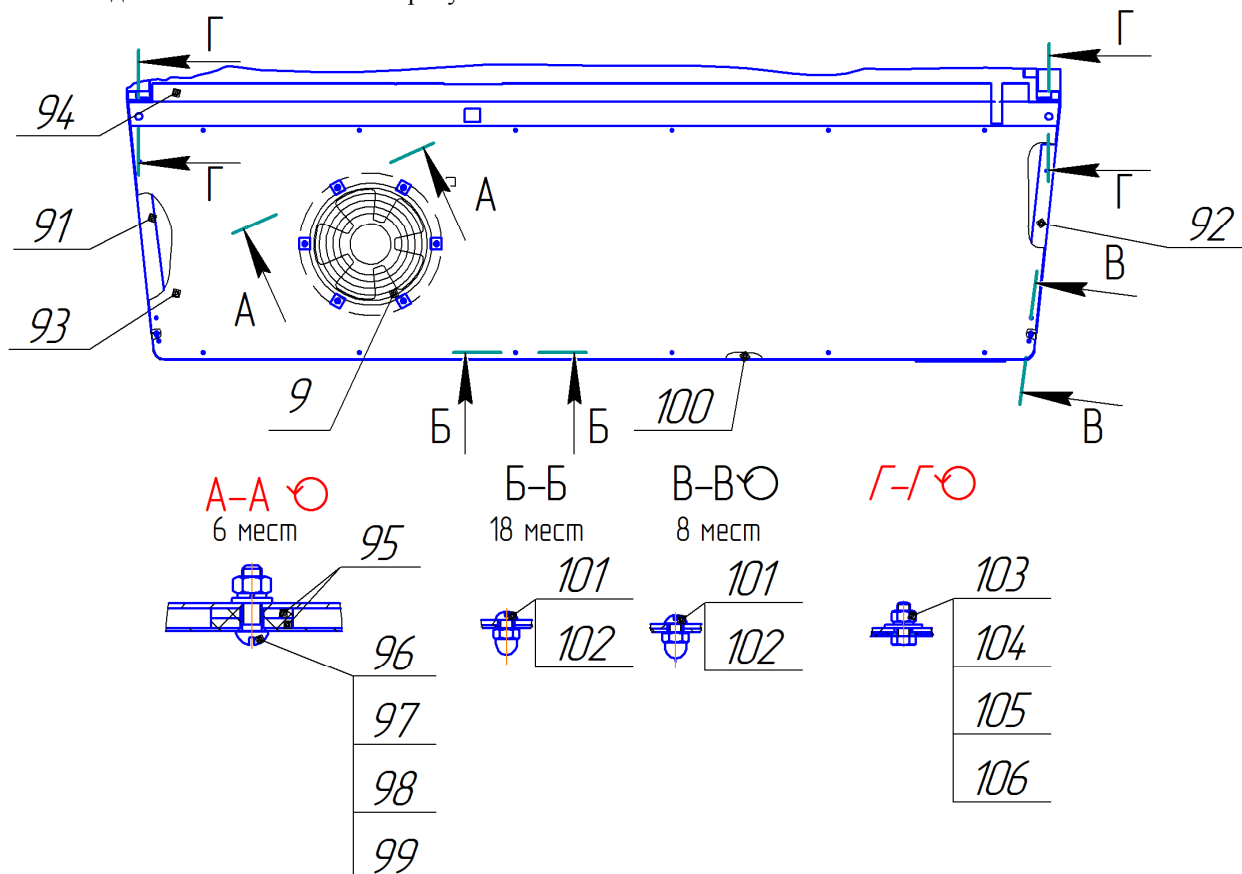

Рисунок 6 – Сборка козырька и установка вентилятора.
6.2.4 Распаковать и установить на место арматурные стержни для испарителя парогенератора, пандус поз.11, мотор-редуктор поз.18, снятые для удобства транспортирования. Перед установкой пандуса, на нижнюю часть дверного проёма, на которую устанавливается пандус, нанести герметик из комплекта принадлежностей. Места стыка пандуса с левой и правой стойками дверного проёма заполнить герметиком. Распаковать сенсорную панель оператора, установить на место. Распаковать галогеновые лампы поз.3 (3 штуки), установить на место и закрепить стопорными шайбами поз.88 (рисунок 1). Снять с рамки поз.26 боковины поз.91 и поз.92 козырька поз.10, крепление козырька (в полиэтиленовом пакете), вентилятор поз.9. Снять с печи крышу поз.93, панель поз.100, короб поз.94. Произвести сборку козырька поз.10 (см. рисунок 6) с помощью крепления козырька: винтов поз.101 и гаек колпачковых поз.102, болтов М6х16 поз.103, гаек М6 поз.104 и шайб поз.105, поз.106. Установить козырек на место с помощью гаек (4шт) и шайб (4шт), снятых при демонтаже короба поз.94 и гаек и шайб, вложенных в пакет крепления козырька.